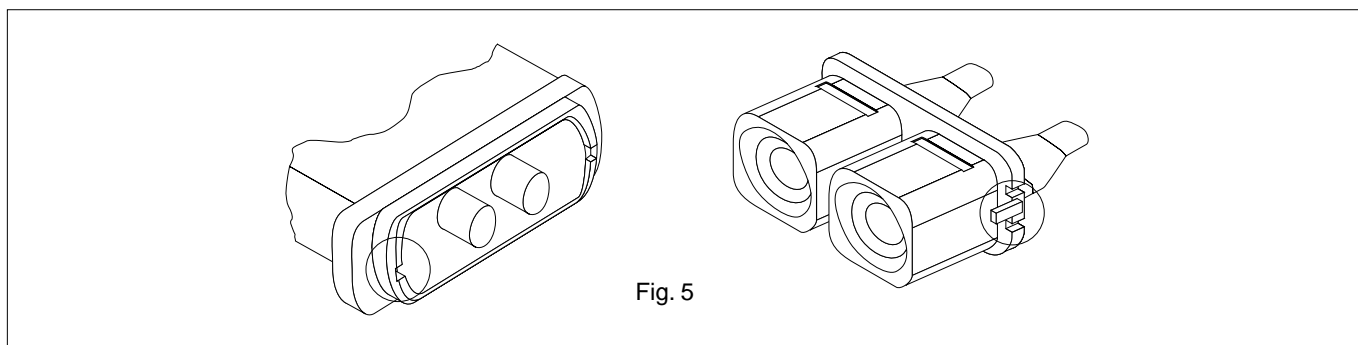

Fig. 5
- Le levier du joint étant tout en arrière (fig. 5) retirez le manchon sur la partie femelle et introduisez la partie mâle dans le joint. Vérifiez que la languette sur la moitié mâle est bien alignée sur la cannelure correspondante sur la moitié femelle (fig. 5).
- Retirez le manchon de déblocage à ressort sur la moitié femelle et détachez la moitié mâle (Figure 5).